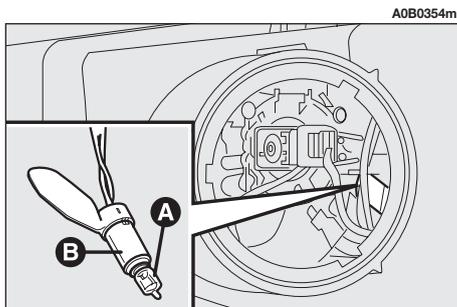

Abb. 28
- Die Lampe (**A, Abb. 28**) durch leichten Druck und Drehen entgegen dem Uhrzeigersinn aus der Halterung (**B**) herausnehmen.
- Die Lampe ersetzen und die Lampenhalterung (**B, Abb. 28**) wieder in ihre Aufnahme einsetzen.